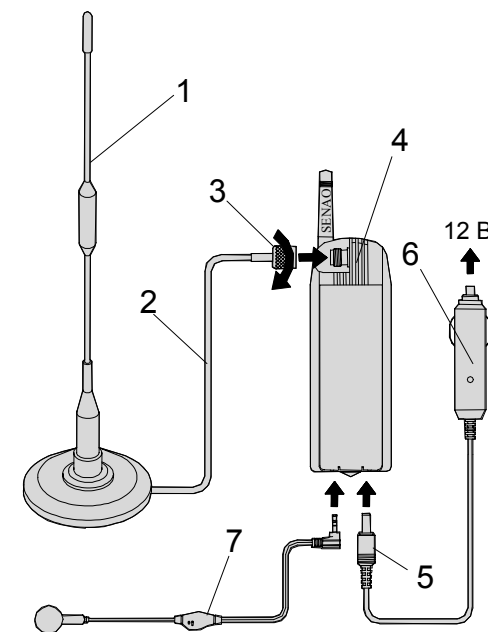

Рис. 5
- При эксплуатации усилителя в автомобильном варианте (см. рис. 5) выполните следующие операции: